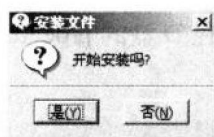

图 1-19 【安装文件】对话框
- (22) 单击 **下一步 >** 按钮, 出现【安装文件】对话框, 如图 1-19 所示。